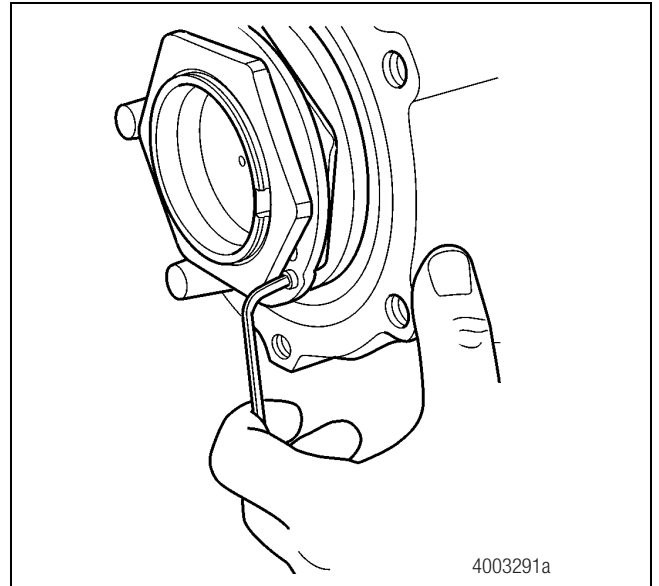
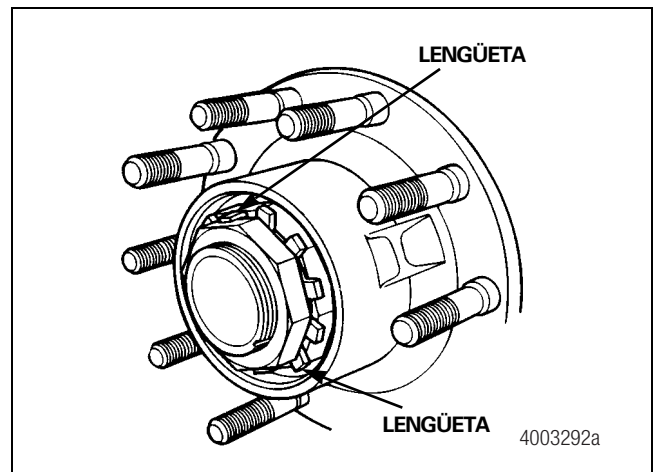

Figura 10.10
Figura 10.11
8. Con una llave Allen apriete el tornillo de fijación en la arandela de presión hasta dejarlo bien asentado. Figura 10.10. De contar el eje con la arandela de presión de lengüetas flexibles, doble dos lengüetas sobre los calzos opuestos de la contratuerca. Figura 10.11.